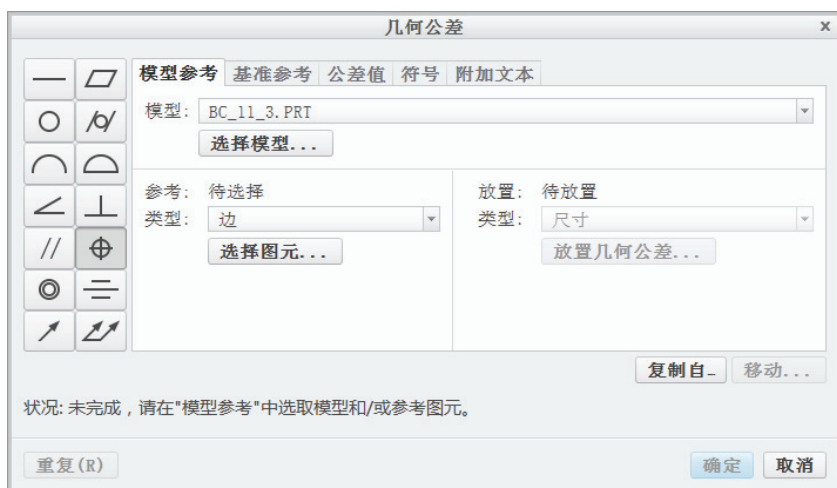

图 11-77 “几何公差”对话框
1) 切换到功能区的“注释”选项卡，从“注释”组中单击 （几何公差）按钮，打开图 11-77 所示的“几何公差”对话框。